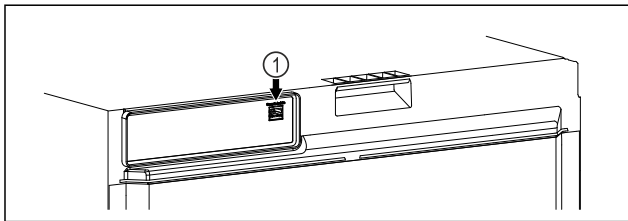

Fig. 100
- Το SmartModule Fig. 100 (1) είναι τοποθετημένο.